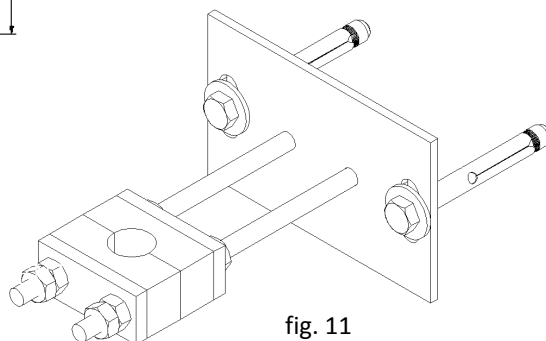

fig. 11
- Si consiglia un supporto-guida del mandrino (fig.11) ogni 1,5 m.